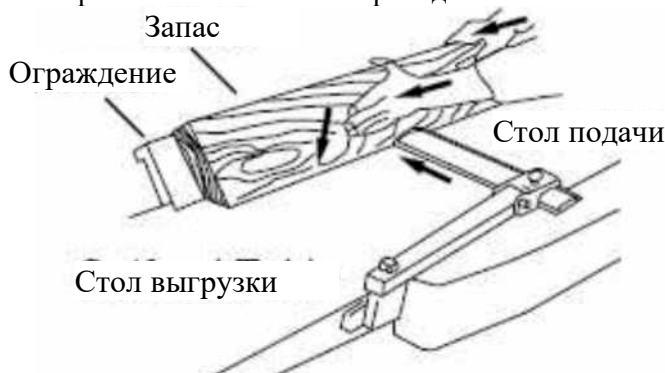

Рисунок 21 - Скашивание кромки
5. Подавайте заготовку через фрезерную головку, следя за тем, чтобы ее лицевая сторона была полностью прижата к ограждению, а кромка плотно прилегала к подающему столу и столу выгрузки (Рисунок 21).